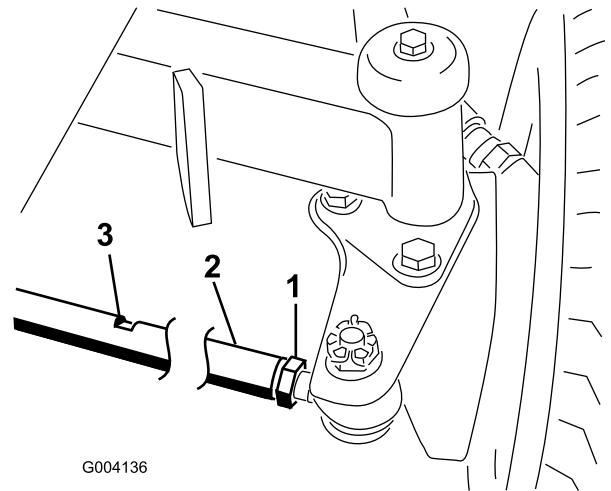

Figura 58
2. Allentate il controdado da ciascun lato del tirante (Figura 58).